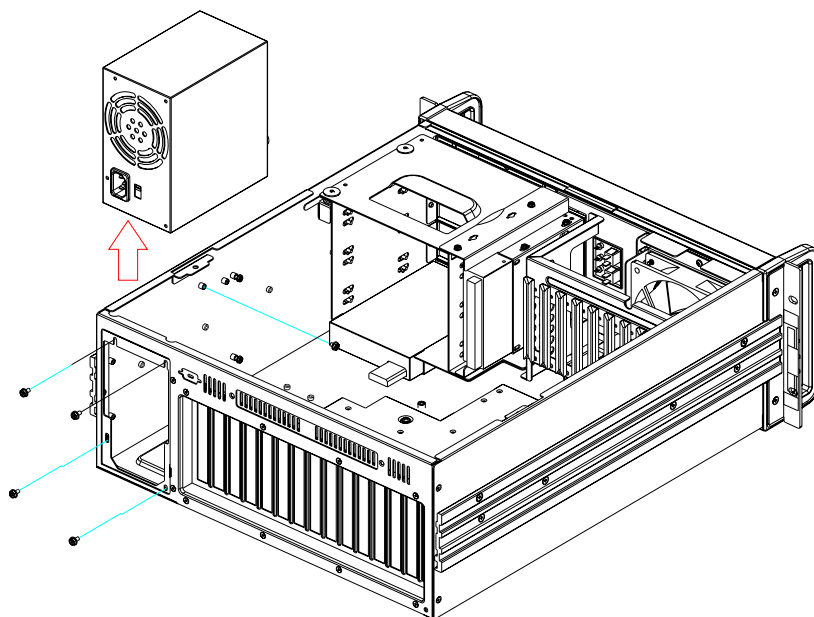

图 3.10: 更换单 PS/2 电源
4. 卸下电源支架上的 6 个螺丝，轻轻取出电源。（如图 3.10 所示）